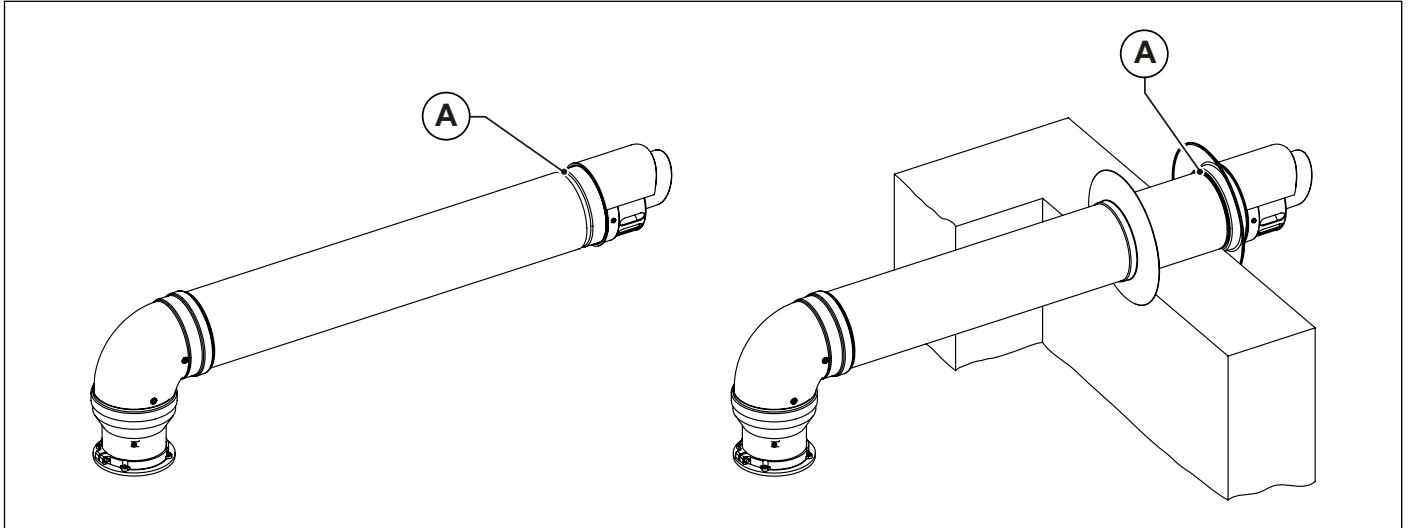

Fig. 13 Instalarea terminalelor pe perete
Terminalele de aspirare a aerului și evacuare a gazelor arse, duble și coaxiale, sunt dotate la capăt cu un gât (A) pentru fixarea rozetei externe (vezi Fig. 13 Instalarea terminalelor pe perete).